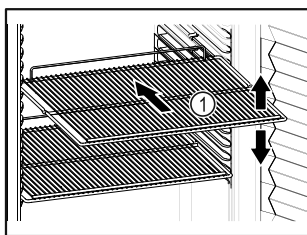

Fig. 60
- Indien de legroosters Fig. 60 (1) verplaatsbaar zijn, deze aan de hoogte aanpassen.